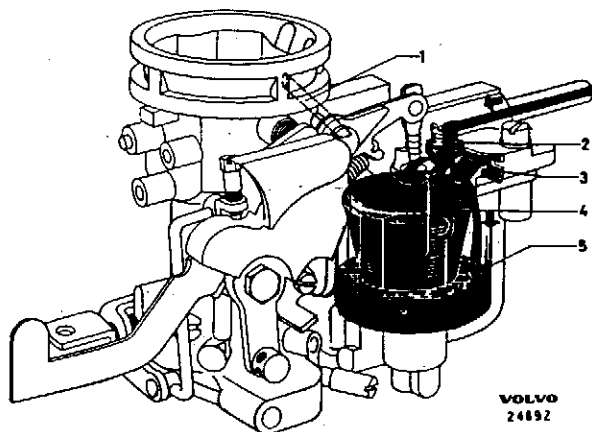

Abb. 9. Schwimmereinrichtung
Der Schwimmer gewährleistet den richtigen Stand des Kraftstoffspiegels. Wenn die Kraftstoffmenge bis zum richtigen Spiegelstand gestiegen ist, wird der Schwimmer (4, Abb. 9) angehoben und stößt die Ventilschraube mittels des verbindenden Schwimmerarmes in den Ventil Sitz, so daß der Kraftstoffzufluß gesperrt wird. Beim Sinken des Kraftstoffspiegels wiederholt sich dieser Vorgang in umgekehrter Reihenfolge. Die Entlüftung des Schwimmergehäuses erfolgt durch ein Loch (1), das mit dem oberen Teil des Vergasers verbunden ist. Der Schwimmer ist aus Nylon hergestellt und mit festem Schwimmerarm versehen.